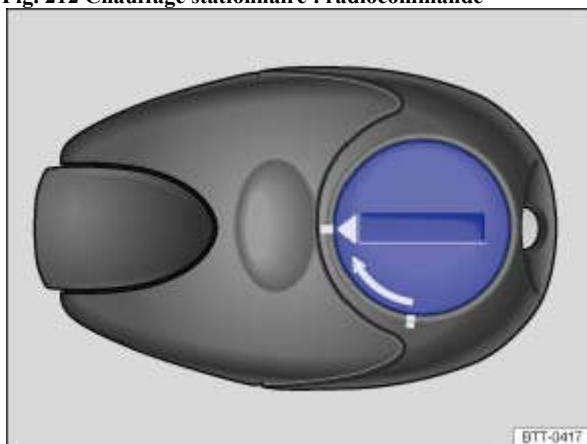

Fig. 213 Chauffage stationnaire : cache de la pile de radiocommande
- Faites tourner la fente à l'aide d'un objet plat et non pointu (par ex. une pièce de monnaie) dans le sens opposé à la flèche jusqu'au repère → Fig. 213 .